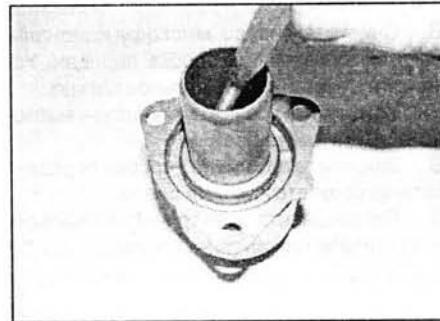

Рис. 7.26. Выбейте манжету
**26** Бородком выбейте манжету из направляющей втулки (рис. 7.26).